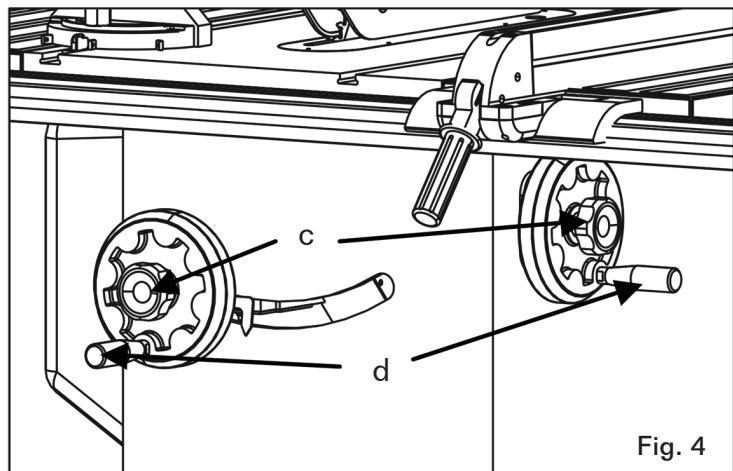

Fig. 4
- Atornille las perillas de bloqueo c (Fig. 4) y trábelas, para mantener los volantes en su lugar, luego conecte las manijas plateadas, d (Fig. 4) ajustándolas con la llave combinada de 12 mm. suministrada.